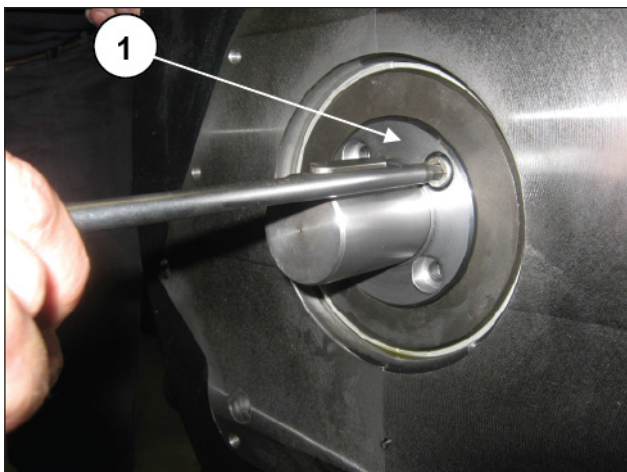

Fig. 24
Dévisser les quatre vis M8 (rep. ①, Fig. 24), puis déposer la tige de commande de la pompe à huile du vilebrequin.